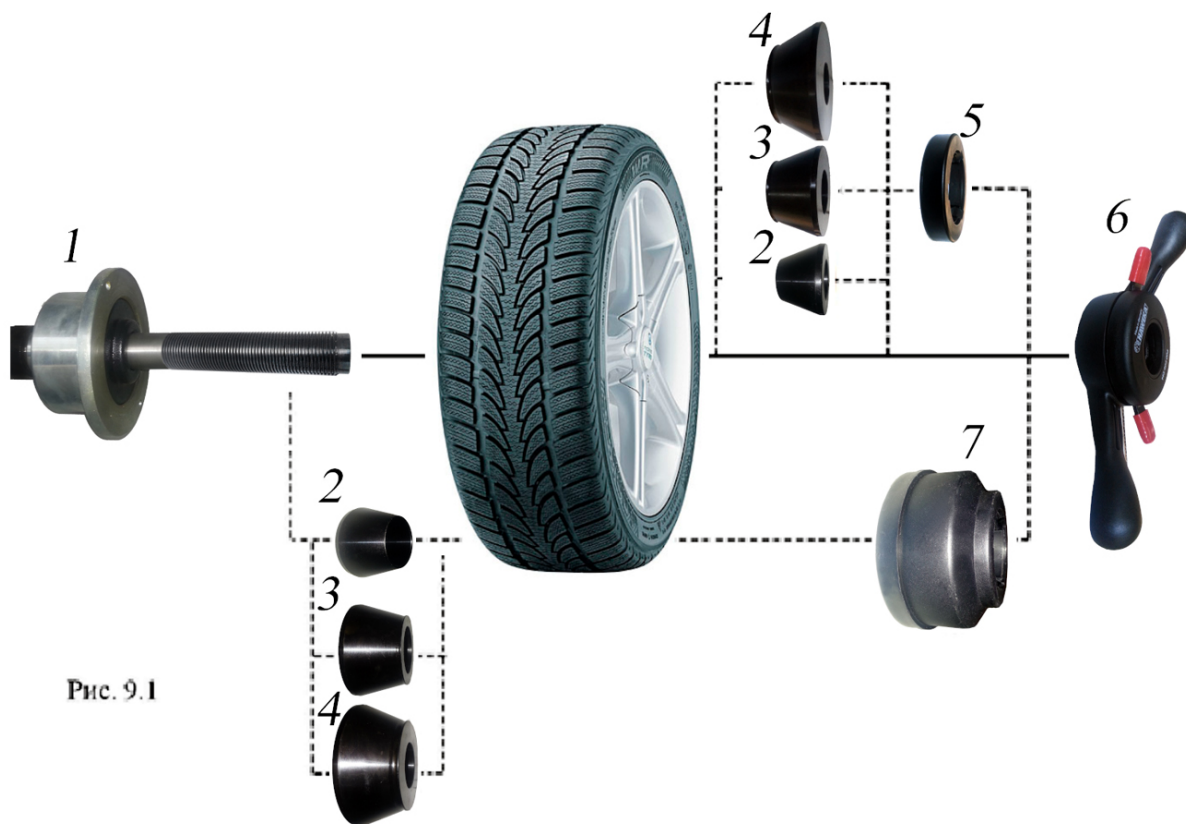

Рис. 9.1
9.2. Балансируемое колесо закрепляется на валу СБ за центральное отверстие диска с помощью конусов и быстросъемной гайки с раздвижными резьбовыми сухарями. В зависимости от конфигурации диска, конус может быть установлен как с внешней стороны диска (вариант «а»), так и с внутренней (вариант «б») (рис. 9.1).